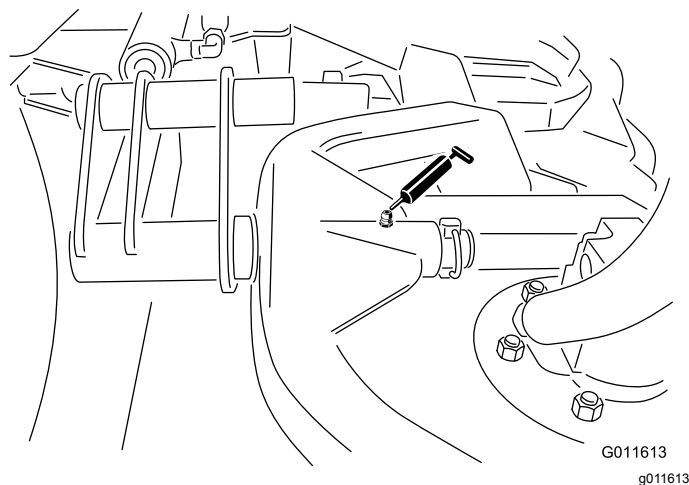

Figura 29
- Estrutura de suporte da articulação da unidade de corte (1 de cada) – Figura 29